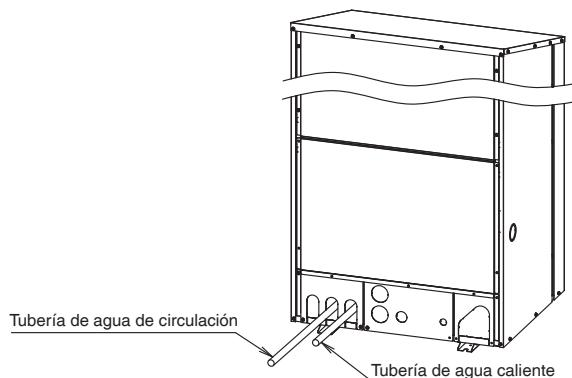

Fig. 15 Entrada y salida de la tubería de agua
- La tubería de agua se puede conectar desde la parte frontal de la unidad en cascada como se muestra en la Fig. 15.